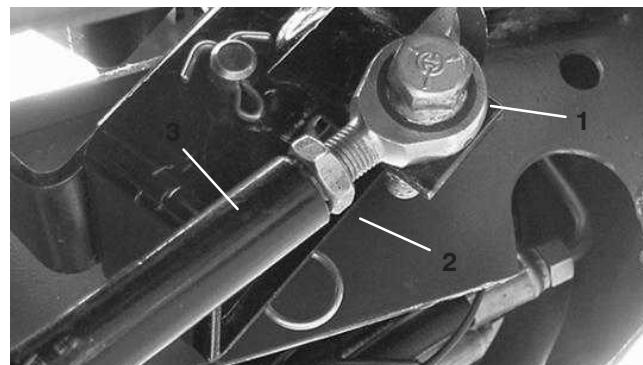

Bild 59
- Wenn eine weitere Einstellung erforderlich ist, stellen Sie die Fahrantreibsstange (Bild 59) wie folgt ein: